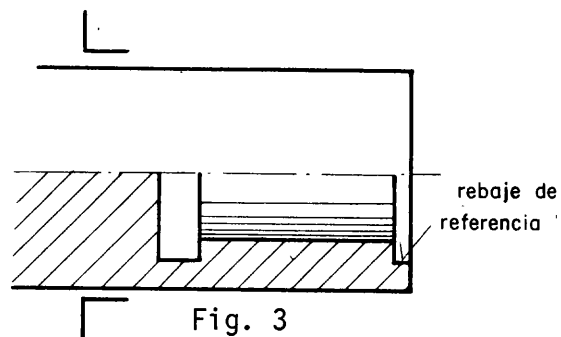

Fig. 3
- c Haga el canal de salida y el rebaje de referencia. fig. 3